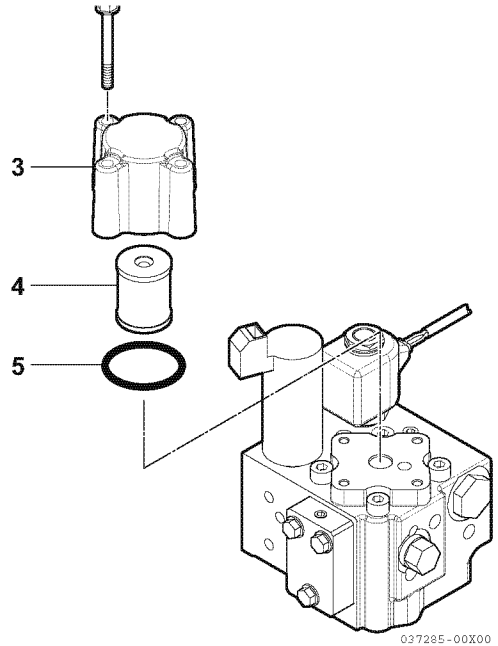

Abbildung 5
2. Filterelementgehäuse entfernen (3, **Abbildung 5**).
3. Filterelement entfernen (4, **Abbildung 5**).
4. O-Ring entfernen und austauschen (5, **Abbildung 5**).